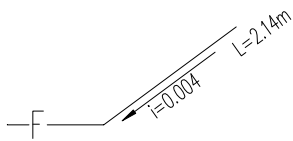

图 6-65 标管长度
- “标管长度”选项: 勾选该项,可以在标注管道坡度的同时标注管道的长度,如图 6-65 所示。